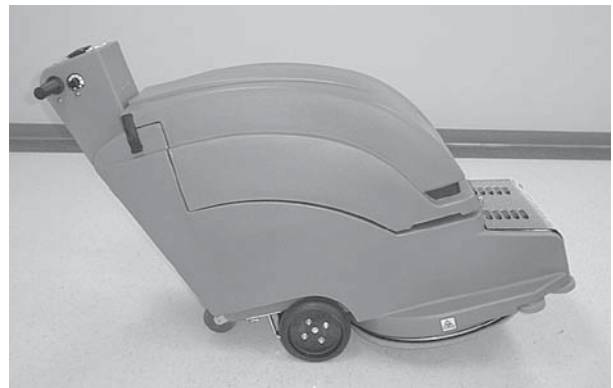

FIG. 5
1. Coupez le contact de la machine et inclinez-la en prenant appui sur les roues arrière. (Figure 5).